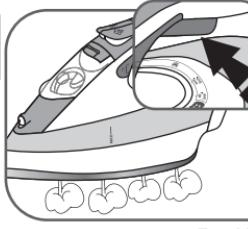

Fig.10
- A gőz állandó sebességének és a legjobb éremény elérésének biztosítása érdekében, a vasalás közben tartsa lenyomva a fogantyú alatt található gombot (alkalmanként legalább 5 másodpercig) – fig.10. Ha felengedi a kárt, a gózárám leáll.